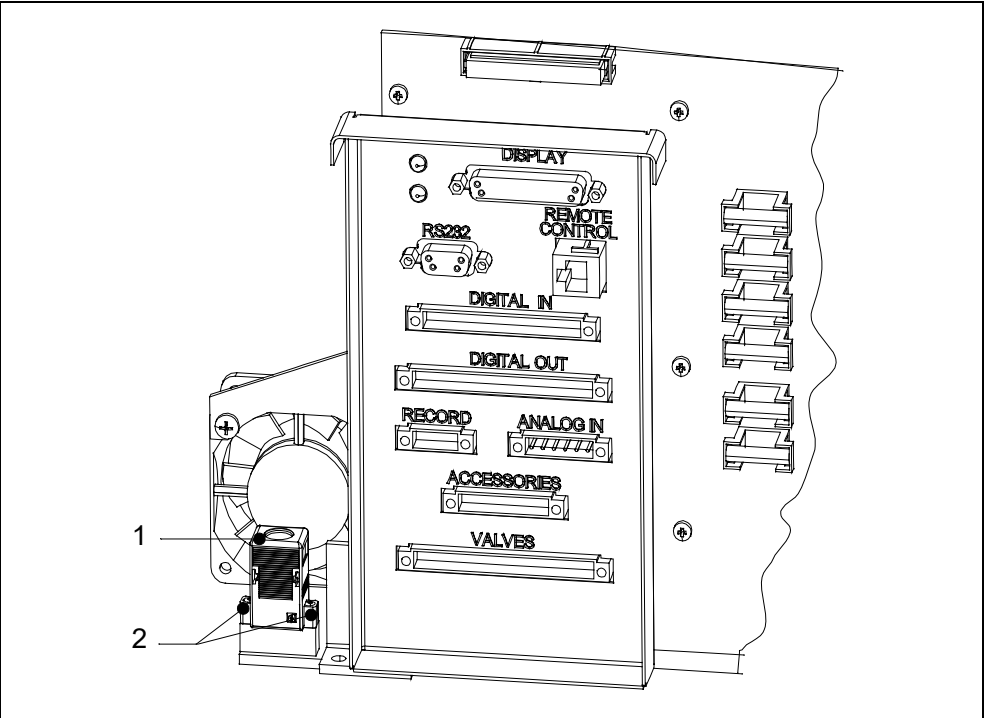

Fig. 7-7 Remplacement de l'I•STICK
- Pour remplacer l'I•STICK, desserrer les deux vis fixant l'I•STICK sur le connecteur. Voir à ce propos la Fig. 7-7 ci-dessous.